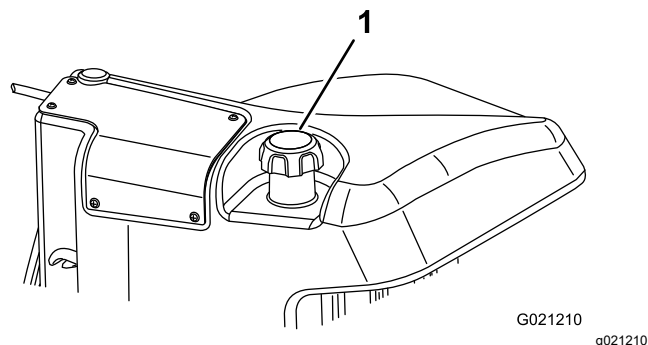

Figura 46
3. Îndepărtați capacul de la rezervorul de combustibil (Figura 46).